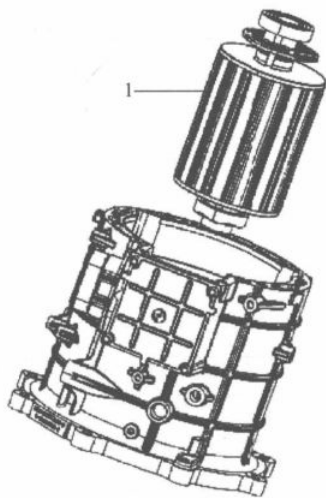

图 1-1-7
(9) 电机转子拆卸与安装
- ① 当电机转子损坏需要维修时,就要把电机转子取出。
- ② 利用提转子工具取出电机转子 1,再维修电机转子。维修完后装配转子再安装端盖(图 1-1-7)。